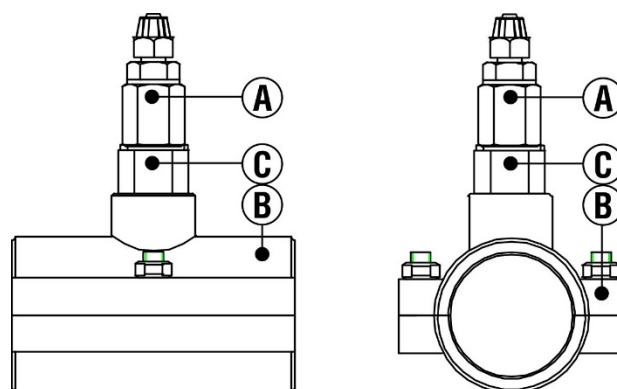

Рис. 6A
Для установки клапана впрыска реагента вы можете использовать зажимное седло с внутренней резьбой DN50 - 1/2" GF (входит в комплект поставки) и переходной ниппель M1/2" – F3/8" (входит в комплект поставки), как показано на Рис. 6A.
3.1. СХЕМА УСТАНОВКИ КЛАПАНА ВПРЫСКА (Рис. 6A)